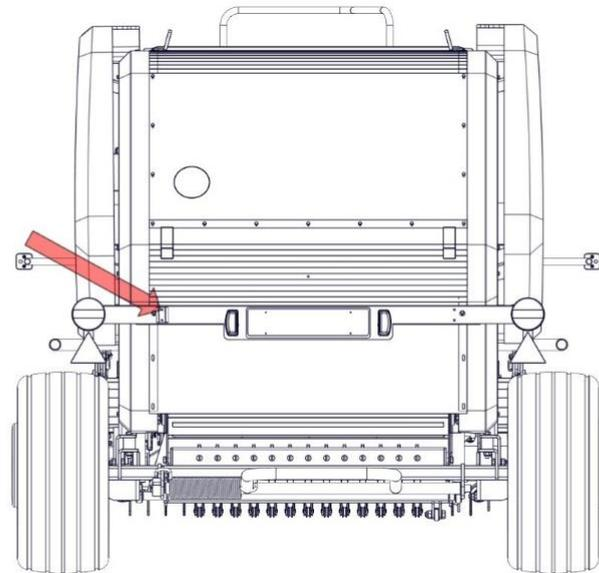

Abbildung 11. Die Halterung des Schildes für langsam fahrende Fahrzeuge
- Montieren Sie in der Halterung am Heck der Maschine das Kennzeichen für langsam fahrende Fahrzeuge (Abb. 11);